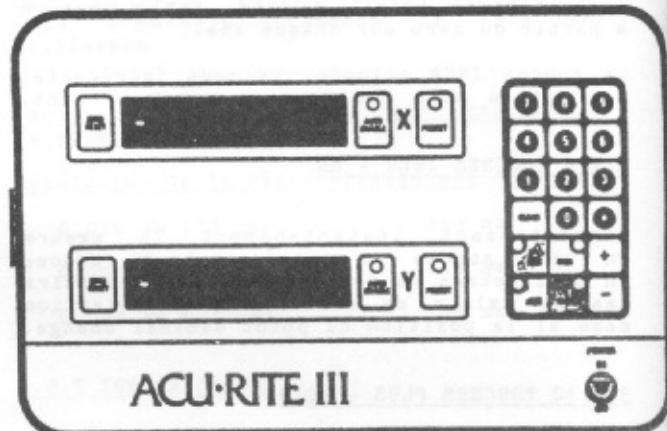

Figure 3.4 Position du compteur sous tension
b) basculer le commutateur sur la position marche (ON) voir Figure 3.4 - Les touches ABS et INCH ainsi que le(s) témoin(s) d'erreur à gauche de l'affichage seront allumés et le(s) affichage(s) n'afficheront rien indiquant ainsi que les circuits de détection de faute fonctionnent correctement en mode absolu.